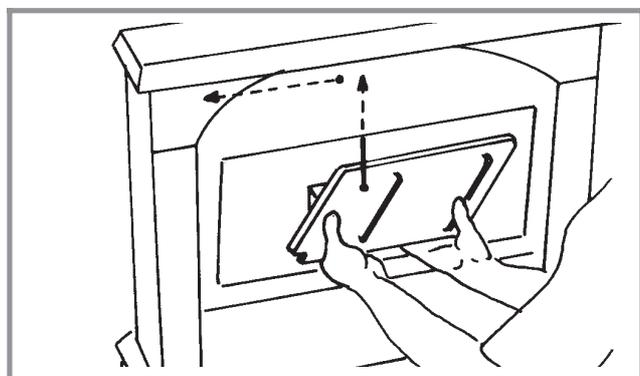

Fig. 4 - Mise en place de la pièce n° 13.390.232
- Monter d'abord la pièce gauche (Figure 4).